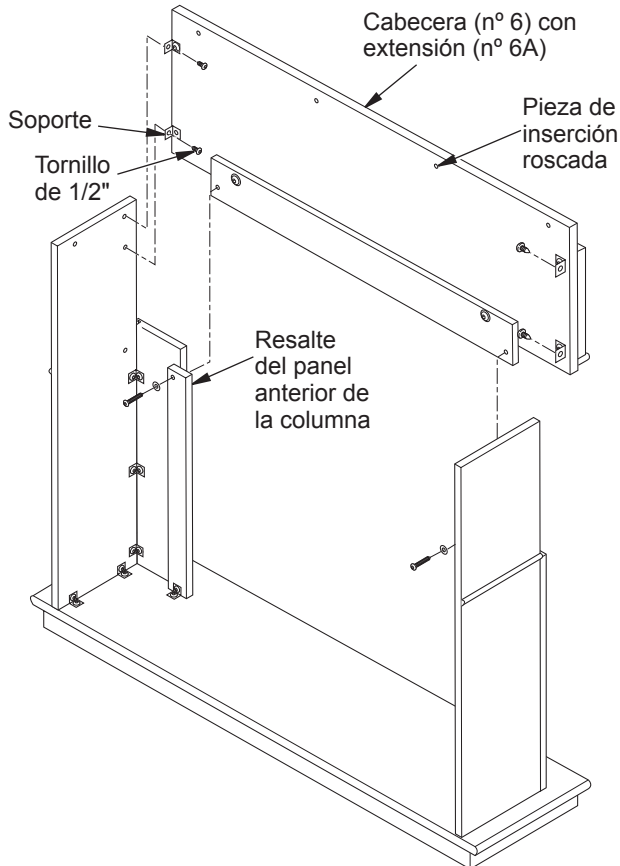

Figura 4 - Instalación del ensamble de la cabecera
- Coloque el ensamble de la cabecera en su sitio, sobre la parte superior de los ensambles de columnas, con la flecha apuntando hacia arriba. La parte inferior de la cabecera entrará haciéndola deslizar por detrás de la porción superior de los paneles anteriores frontales y se apoyará sobre los resaltes (consulte la figura 4). Alinee los orificios de los soportes a las piezas de inserción roscadas en los ensambles de las columnas. Fije la cabecera a los ensambles de las columnas usando cuatro tornillos de 1/2" a través de los soportes. Deje los tornillos flojos.